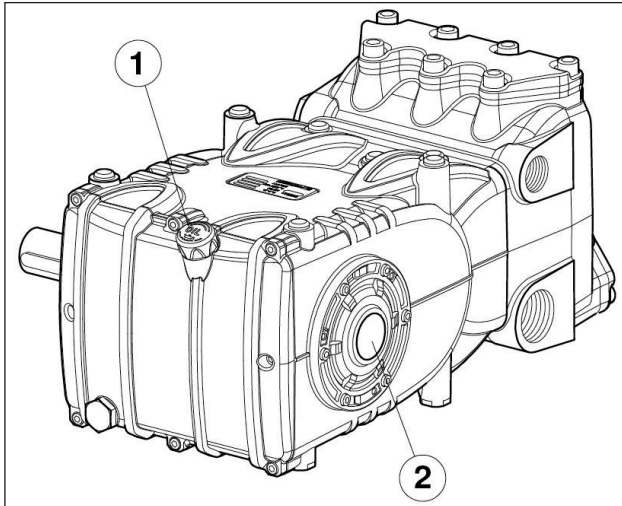

Abb. 14
5. Der Ölstand im Pumpengehäuse korrekt ist, u. z. über den entsprechenden Messstab (Abb. 14, Pos. ①) und ausnahmsweise am Schauglas (Abb. 14, Pos. ②).